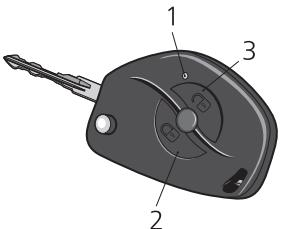

Рис. 2. Ключ с ПДУ
Для блокировки замков дверей и включения режима охраны нажмите кнопку блокировки (2), рис. 2, на пульте. При этом замки боковых дверей и замок двери задка заблокируются, одновременно включится режим охраны, что подтверждается одиночным миганием указателей поворотов и медленным миганием индикатора состояния иммобилизатора на комбинации приборов. Если при включении режима охраны будет открыта какая-либо дверь, то указатели поворотов мигнут три раза и будет подан одиночный звуковой сигнал. Для того, чтобы включить открытые зоны в зону охраны, закройте их. Аналогичное поведение системы будет в случае срабатывания защиты от перегрева замков дверей, если блокировка / разблокировка замков происходит многократно в течение короткого промежутка времени. В этом случае подождите некоторое время, после чего работоспособность системы полностью восстановится.
В ключе с ПДУ, рис. 2, установлен лигтиевый элемент питания типа CR2032 с начальным напряжением питания 3В. Если напряжение питания ПДУ находится в пределах нормы, то при каждом нажатии на любую кнопку пульта индикатор 1, рис. 2, загорается короткой вспышкой.